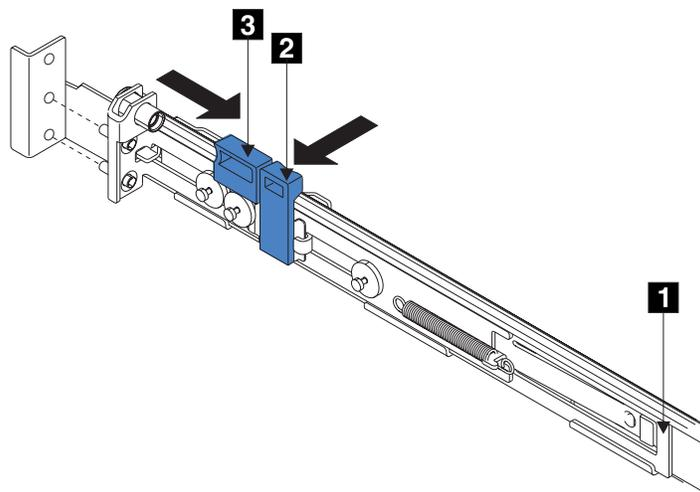

図 127. 後部のラッチ・ロック・キャリア・アセンブリーを開く
- 後部レール・ブラケット **1** (図 127) を、停止するまでレールの前方向に押します。これで、レールはその一番短い長さに調整されます。
14. 後部レール・ブラケット **1** (233 ページの図 127 を参照) をラックの後方向に押し、位置決めピンをラック・マウント・フランジの位置に合わせます。
15. ラッチ・ロック **2** (233 ページの図 127 を参照) を押してレールから離し、キャリアを解放します。ラッチ・ロック・キャリアがラックの後方向にスライドし、位置決めピンが、後部フランジの穴と後部レール・ブラケットの穴を通して突き出ます。